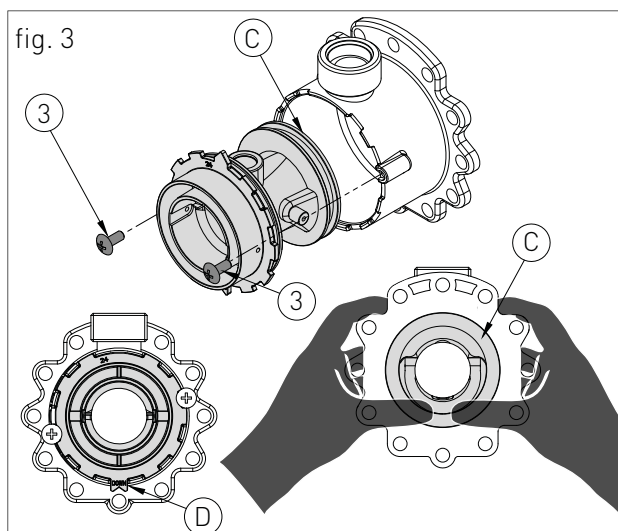

fig. 3
- › svitare le due viti '3' (fig.3) e fare pressione sul lato posteriore del corpo venturi 'C' (fig.3);
- › sostituire il corpo venturi con quello adatto al tipo di gas di rete (cod. 30-00225 per metano / cod. 30-00226 per GPL) e assicurarsi che l'orientamento del dente 'D' (fig.3) sia verso il basso sulla ghiera in alluminio (vedi fig.3);